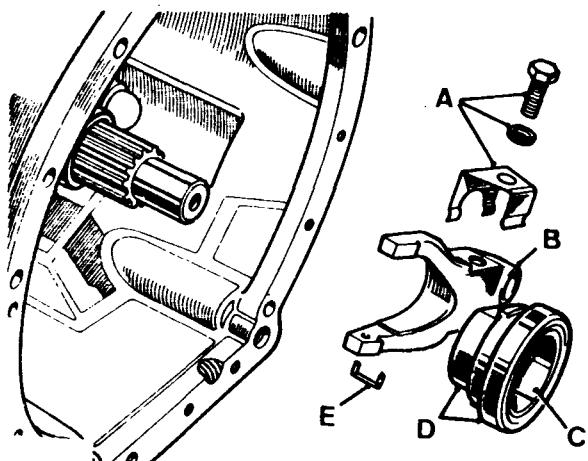

Fig. B2-16 - Cojinete de desembrague desmontado.
1.1.- Se desmontará el piso de cabina (Tarea A4-4), base del asiento (Tarea C3-1) y el conjunto de la caja de velocidades. Se retirará la horquilla-fiador (fig. B2-16) y se extraerá el conjunto del cojinete y manguito. Si fuese necesario podrá separarse el cojinete de su manguito por medio de una prensa. Al instalar el cojinete nuevo, se colocará con el extremo concavo hacia el costado saliente del manguito.